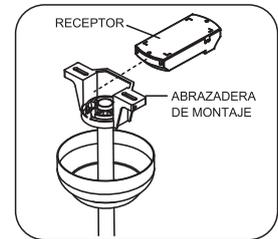

Fig.2
**Paso 1.** Inserte el Receptor en la abrazadera de montaje con el lado plano del receptor frente al techo. (Fig. 2)
**PRECAUCIÓN:** No utilice el control de velocidad del ventilador en donde el Montaje no es tal como se describe en la Fig 2 de la Instrucciones de instalación.